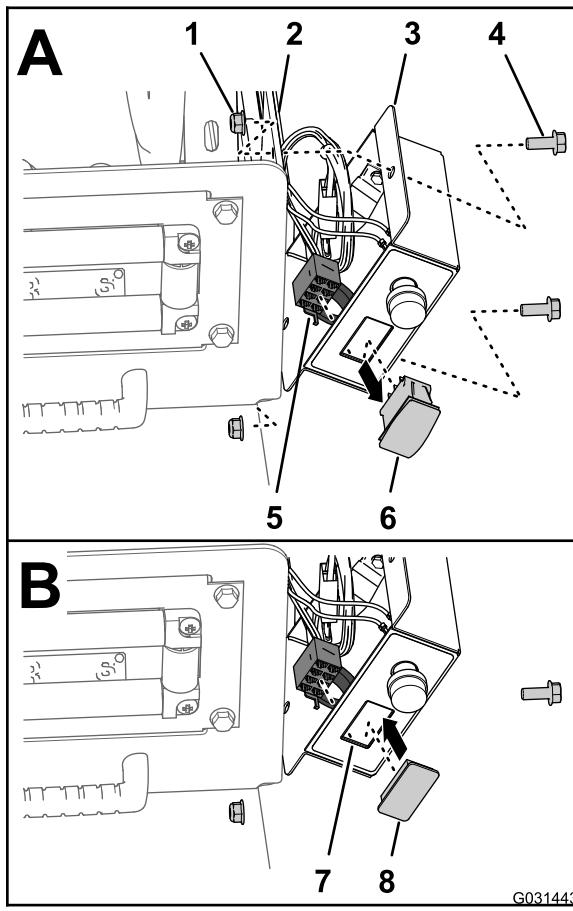

Bild 20
(5/16"), mit denen der Schaltkasten an der Spindelbefestigungsplatte befestigt ist (Bild 20).
2. Ziehen Sie den 8-Buchsen-Stecker für den Schaltkastenkabelbaum vom Drucksteuerungsschalter ab (Bild 20).
3. Verlegen Sie den 8-Buchsen-Stecker im Innern des Schaltkastens (Bild 20).
4. Drücken Sie die Verriegelungsnasen des Drucksteuerungsschalters zusammen und drücken Sie den Schalter aus dem Schaltkasten (Bild 20).
5. Fluchten Sie die Schalterblende mit der Öffnung im Schaltkasten aus, von der Sie den Schalter entfernt haben (Bild 20).
6. Setzen Sie die Schalterblende in den Schaltkasten ein, bis die Blende richtig in der Abdeckung einrastet (Bild 20).
7. Fluchten Sie den Schaltkasten mit der Spindelbefestigungsplatte (Bild 20) aus und befestigen Sie den Kasten mit den zwei Schrauben (5/16" x 3/4") und zwei Sicherungsmuttern (5/16") an der Platte.